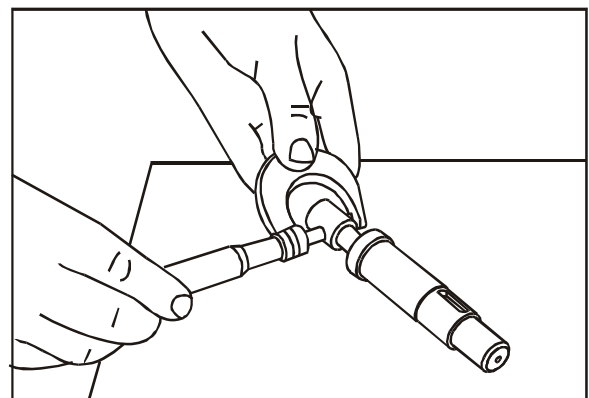

FIG 8
4. Verifique, com o micrômetro o diâmetro do alojamento do rotor na árvore, veja Especificações Técnicas **Fig. 8**.